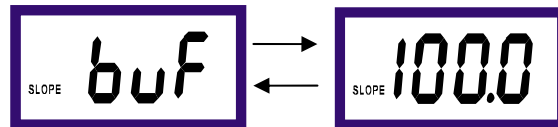

图 7-3
3. 零点校准完成后,将电极从标准缓冲液中取出,清洗干净,然后将电极放置在相对静止的空气中,等待 5 分钟。待仪表显示数值稳定后按下 \rightarrow 键,仪表显示屏将有显示 buF 和 100.0%数值跳闪,且屏幕左下角有 SLOPE 显示,仪表显示如图 7-3 所示: